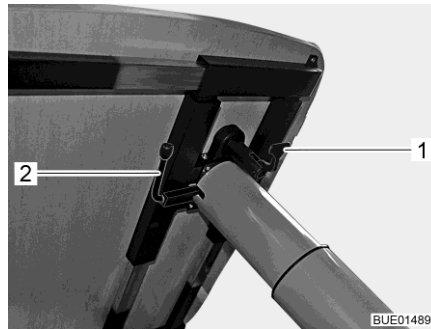

Fig. 124 Ajuste de la mesa elevadora
- Plegar hacia abajo la palanca de bloqueo (Fig. 124,1).
- Girar la palanca (Fig. 124,2) debajo del tablero de la mesa 180° en sentido de las agujas del reloj. El mecanismo de elevación en la pata de mesa se desbloquea.
- Girar la palanca (Fig. 124,2) debajo del tablero de la mesa 180° en sentido de las agujas del reloj. El tablero de la mesa se desplaza automáticamente hacia arriba hasta el tope final.